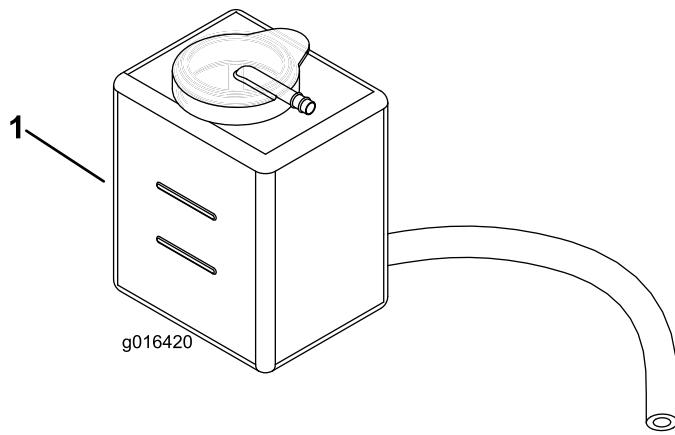

Bild 26
2. Prüfen Sie den Kühlmittelstand (Bild 26). Das Kühlmittel muss sich bei einem kalten Motor zwischen den beiden Linien am Ausdehnungsgefäß befinden.